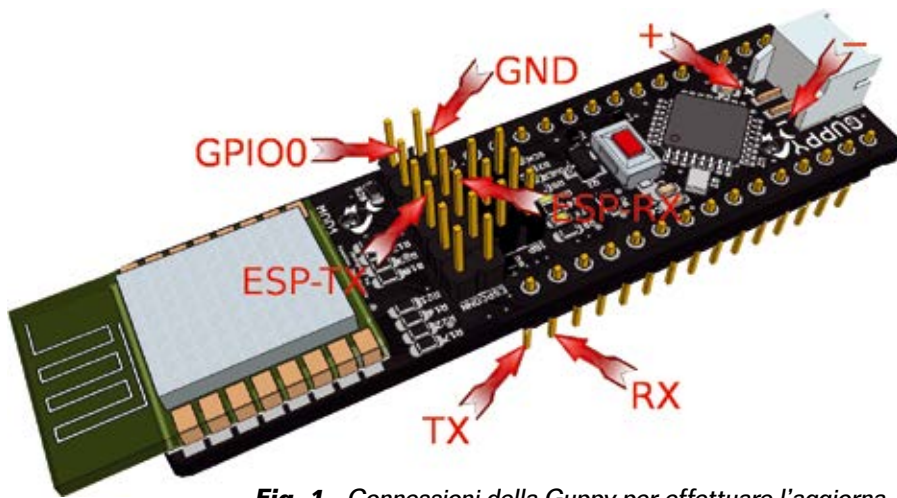

Fig. 1 - Connessioni della Guppy per effettuare l'aggiornamento del firmware.
Come per i modelli precedenti, suggeriamo di eseguire un aggiornamento del firmware al primo utilizzo e comunque periodicamente, perché è un programma in continuo sviluppo ed intimamente connesso con le librerie fornite. La procedura di aggiornamento è praticamente identica a quella dei precedenti modelli di Fishino; differiscono le connessioni da effettuare, che sono quelle illustrate nella **Fig. 1**. La procedura di aggiornamento è semplificata da un programma apposito, disponibile sia per la piattaforma Windows che per Linux, che esegue l'operazione in modo completamente automatico ed a prova di errore. I passi da compiere per l'aggiornamento sono i seguenti.
2. Connettere la porta TX di Fishino Guppy con la porta ESP-TX sul connettore ESP, e la porta RX della Fishino Guppy con la porta ESP-RX sul connettore ESP (vedere la **Fig. 1**).